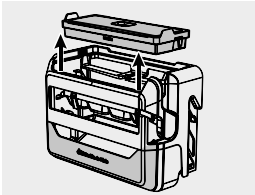

Figura 48
- Retire el tanque de agua del fabricador de hielo. (Figura 48)